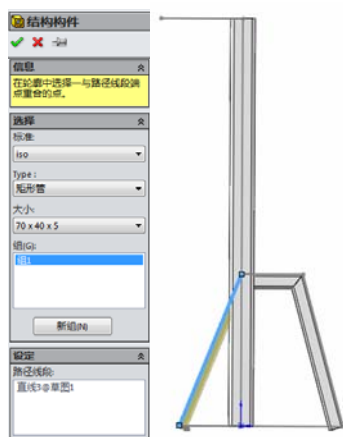

图 15-7 添加“结构构件 3”
⑤重复上述的操作, 添加“结构构件 3”, 构件的类型是“矩形管”, 70×40×5 大小, 选择需要添加结构构件的直线, 单击“找出轮廓”按钮, 更改结构构件的定位点, 其他设置默认, 如图 15-7 所示, 单击“确定”按钮.